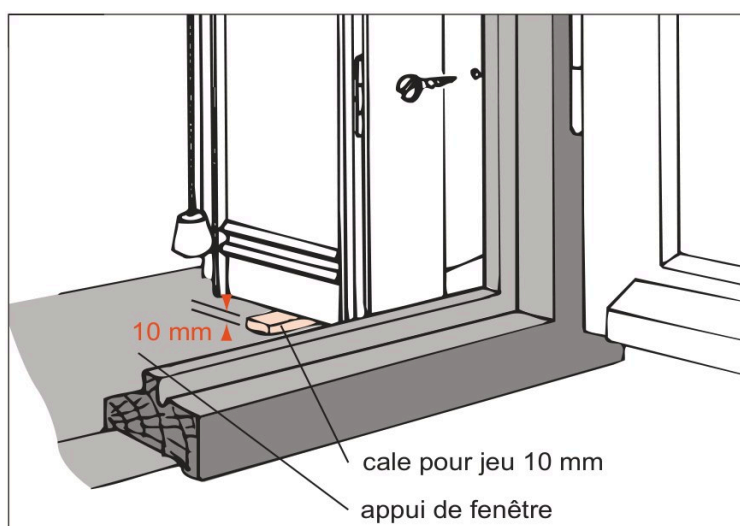

Figure 4 – Le jeu de 10 mm entre l'appui de fenêtre et le bas de la persienne, donné par une cale
1. Présentez la persienne le plus près possible de la menuiserie. Vérifiez l'aplomb. Selon votre ferrage (étape 2), tracez sur le tableau les trous de fixation, ou l'emplacement des scellements, en respectant un jeu de **10 mm** entre l'appui de fenêtre et le bas de la persienne : une cale sous la persienne donne ce jeu (figure 4).